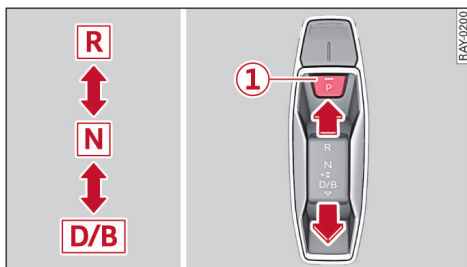

图 61 中控台：选档杆
- ▶ 按 P 按钮  75 页，图 61。驻车制动器被拉紧。自动挂入驻车档 P（驻车锁止档）。驱动系统被关闭。